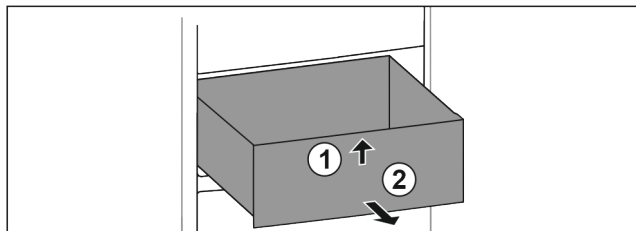

Fig. 67
- ▶ Lyft upp utdragslåda framtill. Fig. 67 (1)
- ▶ Ta ut utdragslåda genom att dra den framåt. Fig. 67 (2)